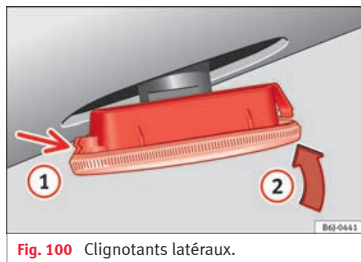

Fig. 100 Clignotants latéraux.
- Placez d'abord le clignotant dans l'orifice de la carrosserie, en emboîtant les agrafes **(1)** » **fig. 100**, puis emboîtez l'ampoule comme indiqué par la flèche **(2)** » **fig. 100.**